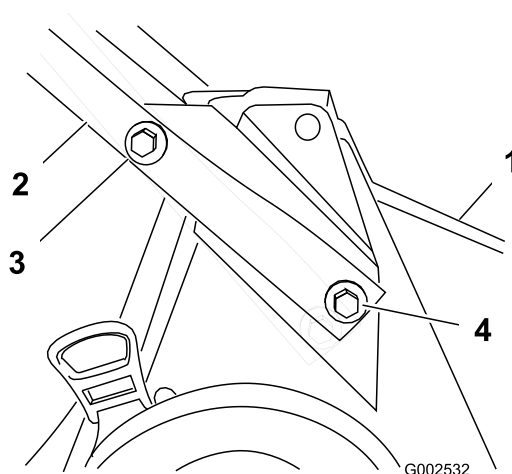

Figure 3
1. Montez la poignée sur le carter de tondeuse à l'aide de 2 boulons (5/16 x 7/8 po), 2 boulons (5/16 x 1-1/2 pouces), 4 rondelles et 4 contre-écrous (Figure 3).